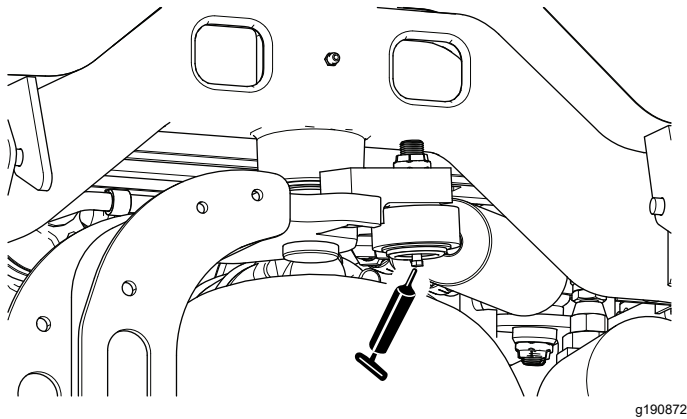

図 71
**注** ステアリングシリンダ反対側の端にグリス注入箇所を作ることができます。その場合、タイヤを外し、ニップルを付け、グリスを注入し、ニップルを外し、プラグを取り付けます 図 71。